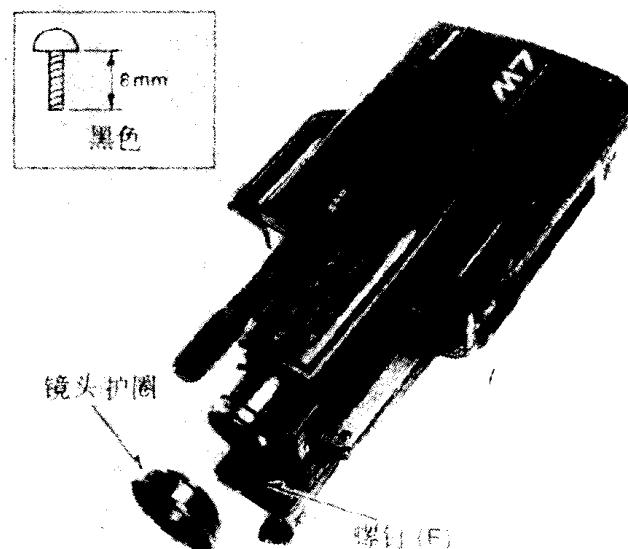

图 2-6
(3) 取下镜头护圈和图 2-6 中所示的螺钉(F)。
(4) 轻轻地提起右侧盖,然后断开右侧盖上的接线器。